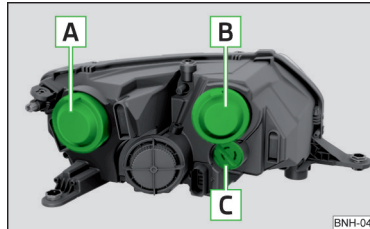

Abb. 190
Glühlampenordnung » Abb. 190
- › Die Schutzkappe **A** » Abb. 190 auf Seite 164 abnehmen.
- › Die Schutzkappe **A** » Abb. 190 auf Seite 164 einsetzen.
- › Die Schutzkappe **B** » Abb. 190 auf Seite 164 abnehmen.
- › Die Schutzkappe **B** » Abb. 190 auf Seite 164 einsetzen.